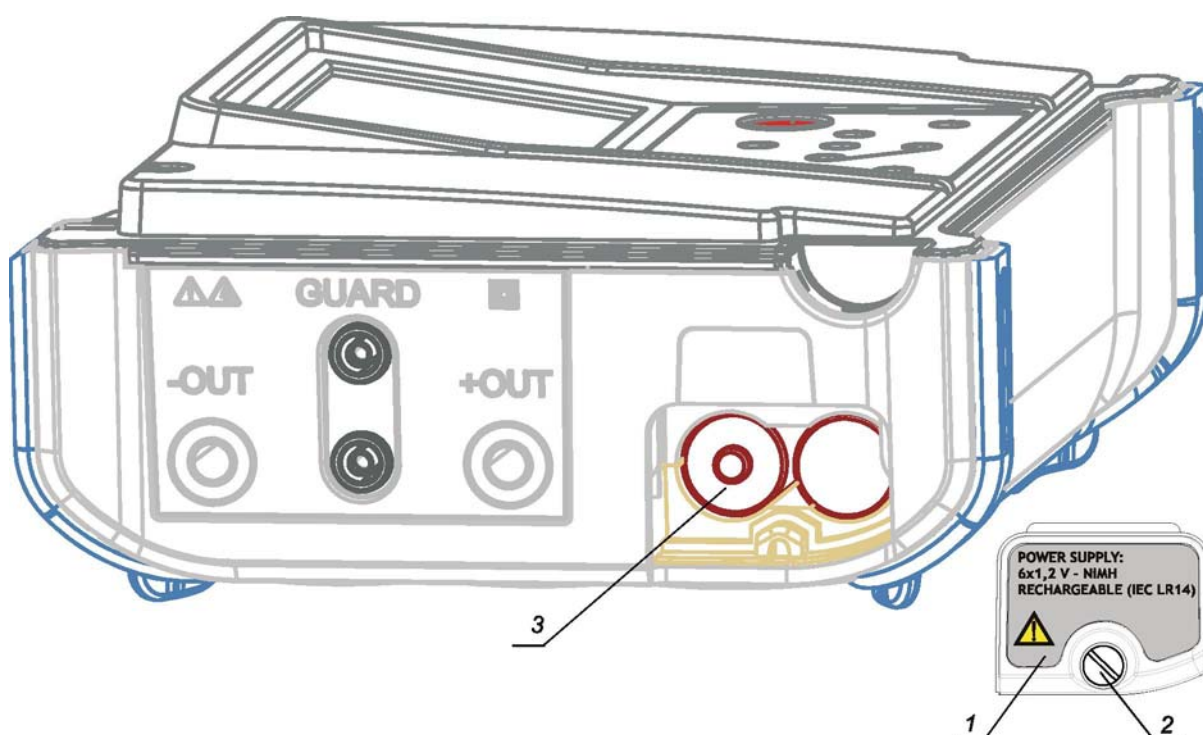

Рис. 32. Правильно установленные батареи
Батарейный отсек располагается в нижней части корпуса прибора и закрыт крышкой (см. **Рис. 32**). При первоначальной установке батарей необходимо:
- ♦ Правильно установить батареи (см. рисунок 32), в противном случае прибор не будет работать!
Батарейный отсек располагается в нижней части корпуса прибора и закрыт крышкой (см. **Рис. 32**).
- ♦ **Правильно установить батареи (см. рисунок 32), в противном случае прибор не будет работать!**
Номинальное напряжение питания равно 7.2 В постоянного тока. Используйте шесть NiMH элементов питания, размер которых соответствует IEC LR14 (габариты: диаметр = 26 мм, высота = 46 мм). См. **Рис. 32**, приведенный ниже, для правильного выбора полярности при установке батарей.